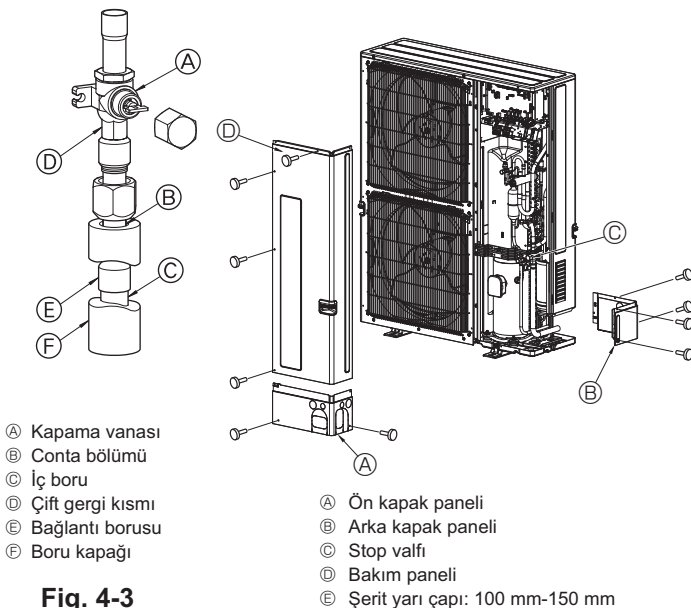

Fig. 4-3
- ③ Gaz boruları bağlantısı için aşağıdaki yöntemi kullanın. (Fig. 4-3)